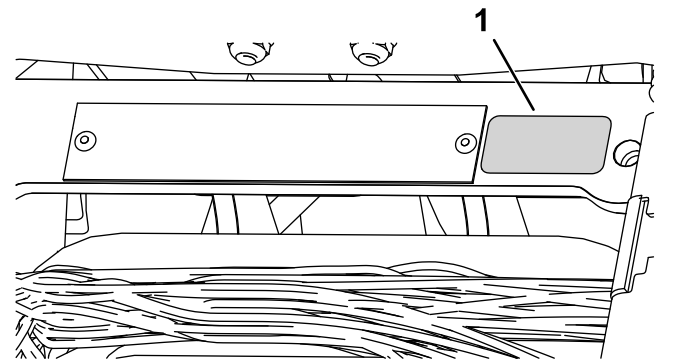

Bild 9
- Bringen Sie den Baujahr-Aufkleber in der Nähe der Seriennummernplatte an (Bild 9).